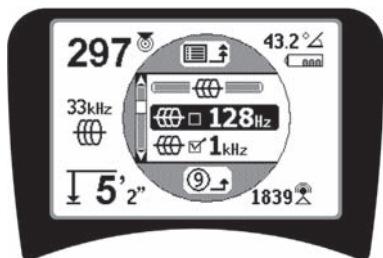

Рис. 14: Выделение требуемой частоты (128 Гц)
2. **Используя кнопки со стрелками вверх и вниз, выделить требуемую частоту** (рис. 14). В данном примере оператор активизирует частоту 128 Гц.